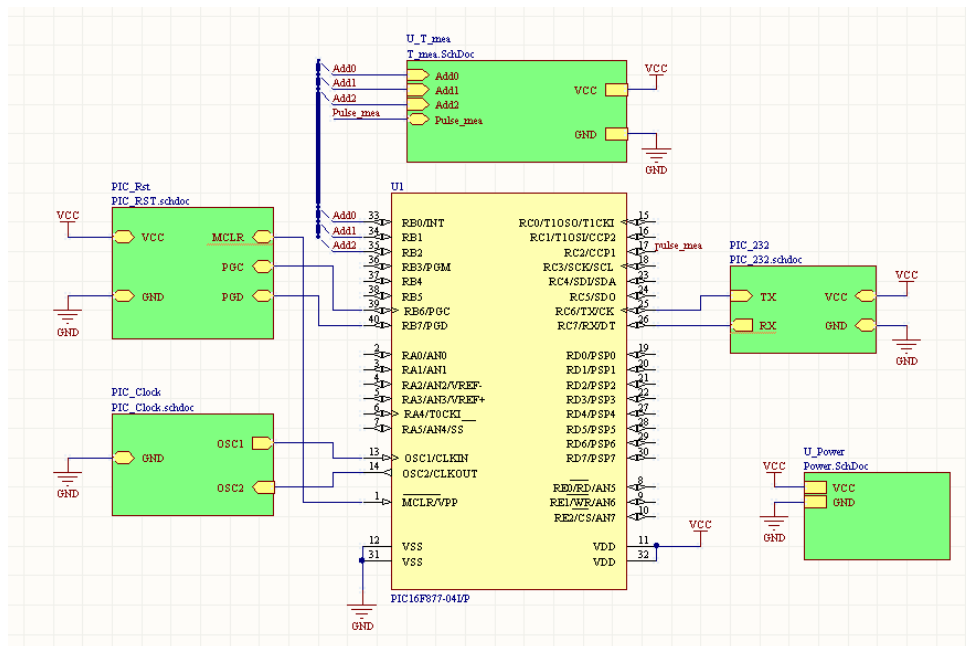

图 4.32 八通道温度测量系统顶层电路
(15) 连接子图符号的端口, 最后完成的电路原理图如图 4.32 所示。